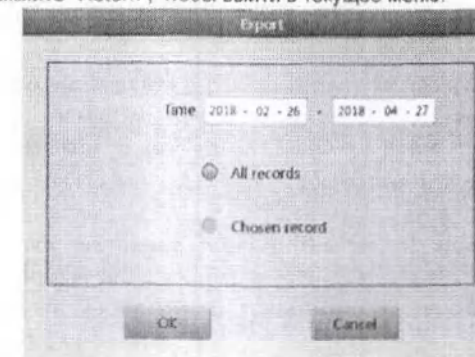

Рис. 9-6
1. Нажмите "Export", чтобы вывести соответствующий системный журнал, как показано на рис. 9-6.